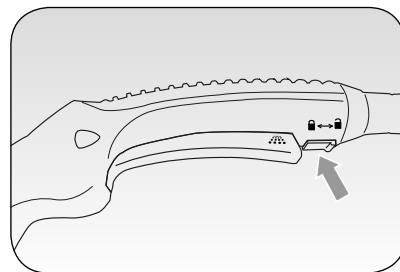

Fig. 4
Um eine versehentliche Aktivierung der Dampfabgabe zu vermeiden, muss der Verriegelungsschieber (B) von unten nach oben geschoben werden (↗); Zur Freigabe muss der Schieber (B) von oben nach unten geschoben werden (↘) (Abb. 4).